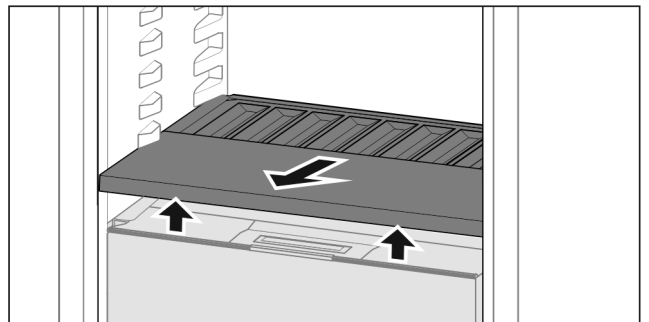

Fig. 23
- Висувний ящик повністю витягнуто (див. Fig. 23/47).